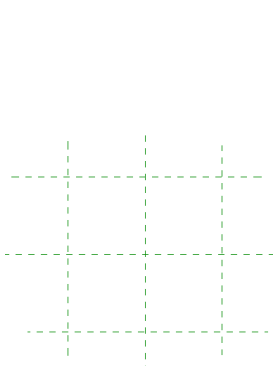

图 3-65 绘制辅助线
(2) 单击“创建”选项卡“基准”面板中的“参照平面”按钮, 在选项栏中输入偏移为 600，以视图中的十字交叉线为参照平面，绘制辅助线，如图 3-65 所示。